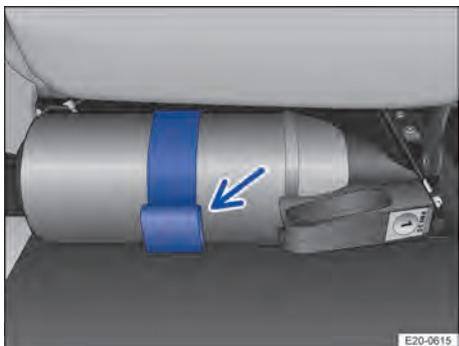

Fig. 44 Embaixo do bando do passageiro dianteiro: suporte com extintor de incêndio (representação esquemática).
- Abrir a tala no suporte e retirar o extintor de incêndio → Fig. 44 (seta).